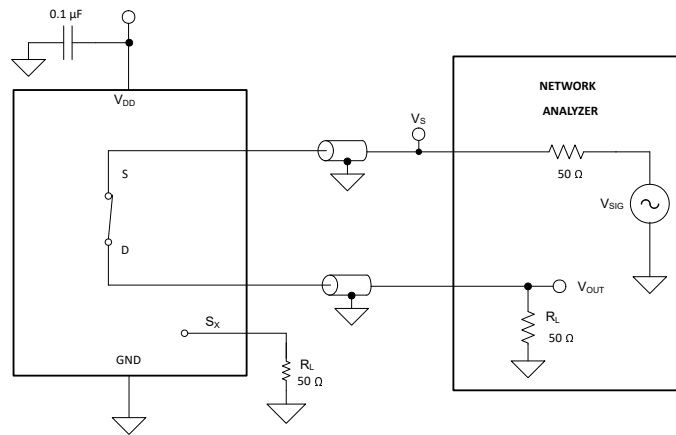

図 7-11. 帯域幅測定時の設定
帯域幅は、入力をオンチャネルのソース・ピン (Sx) に印加したときに、デバイスのドレイン・ピン (D) で測定される出力の減衰量が、3dB 未満である周波数の範囲として定義されます。図 7-11 に、帯域幅を測定する際の設定を示します。